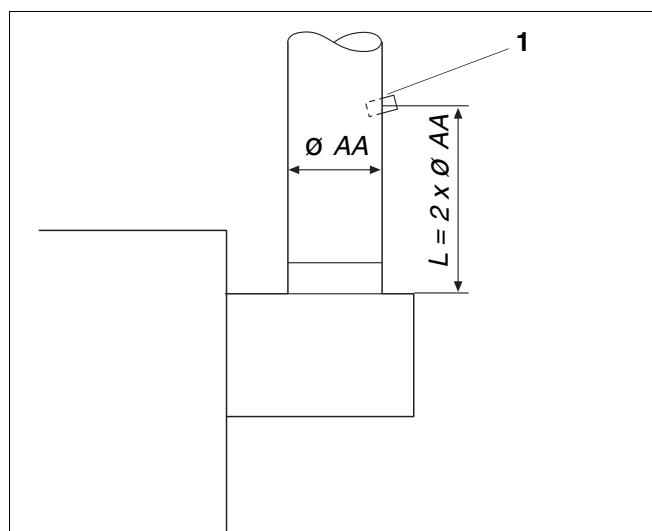

Рис. 32 Место замера на дымовой трубе
- Сделайте отверстие в дымовой трубе на расстоянии $L = 2 \times \text{Ø AA}$ после прерывателя тяги на противоположной от котла стороне (Рис. 32, поз. 1).
- Проведите все измерения в этой точке в дымовой трубе (Рис. 32, поз. 1).